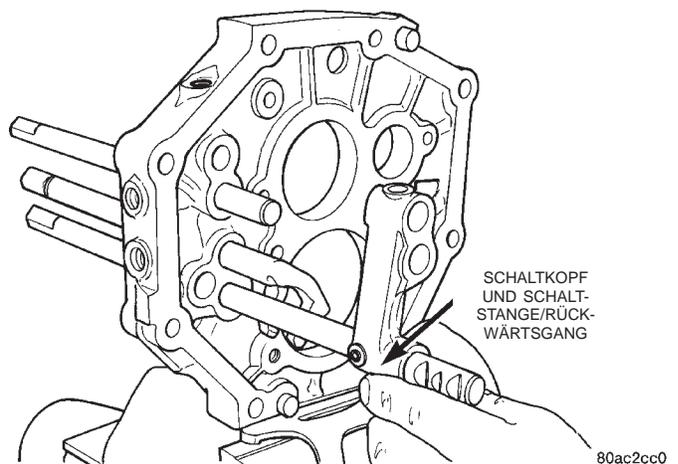

Abb. 69 Schaltkopf und Schaltstange/Rückwärtsgang ausbauen
(25) Den Schaltkopf für den Rückwärtsgang und die Schaltstange für den Rückwärtsgang zusammen ausbauen (Abb. 69).